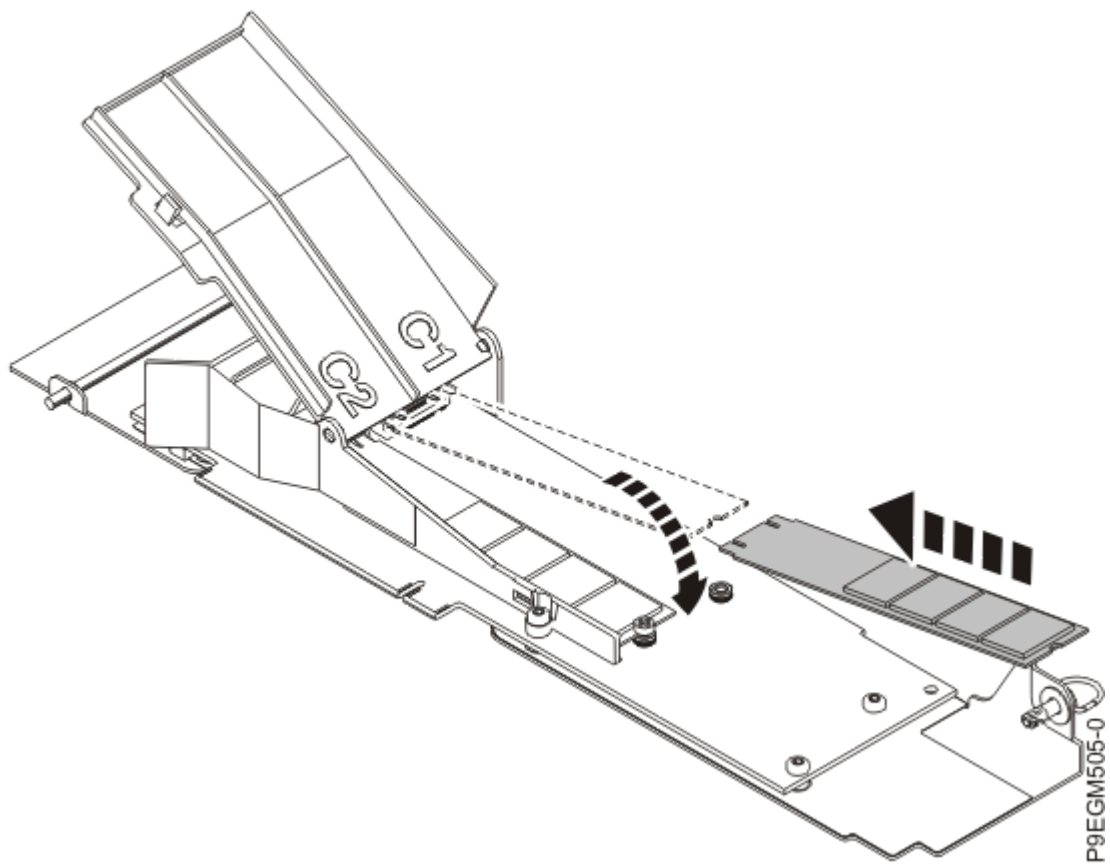

Figura 8. Instalación de un módulo flash NVMe M.2
3. Deslice uno de los nuevos módulos flash NVMe M.2 en el zócalo de la tarjeta portadora NVMe M.2. Consulte la Figura 8 en la página 11.